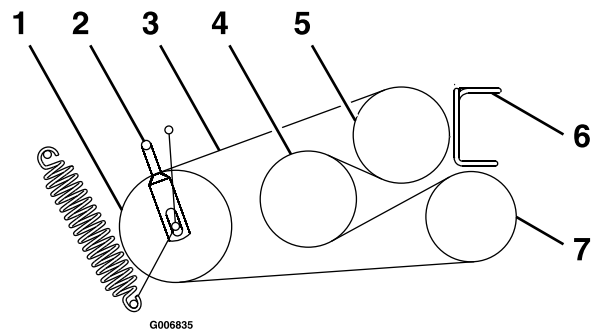

Figura 59
6. Desaperte as guias da correia A e B (Figura 59).
8. Encaminhe as novas correias para as polias, como se mostra na Figura 59.